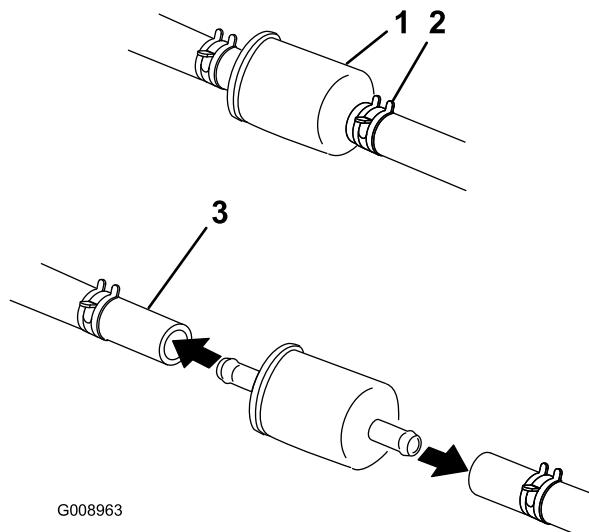

Figure 41
5. Pincez les extrémités des colliers et faites glisser ceux-ci pour les éloigner du filtre (Figure 41).
7. Posez un filtre neuf et rapprochez les colliers de fixation du filtre (Figure 41).